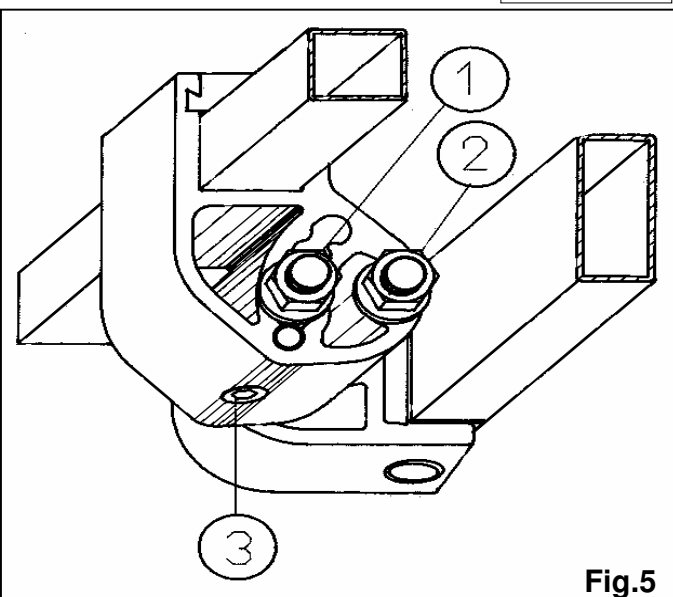

Fig.5
- 11- Desserrer les écrous N°1 et N°2 et les vis Chc de tous les supports de bras. (Fig.5)
- 12- Régler l'inclinaison du bras gauche à l'aide de la vis N°3, en supportant le bras. (Fig.5)
- 13- Resserrer les écrous N°1 et N°2 et les vis Chc du support de bras gauche. (Fig.5)
- 14- Régler l'inclinaison du bras droit à l'aide de la vis N°3, en supportant le bras (même hauteur de barre de charge à gauche et à droite). (Fig.5)
- 15- Resserrer les écrous N°1 et N°2 et les vis Chc du support de bras droit. (Fig.5)